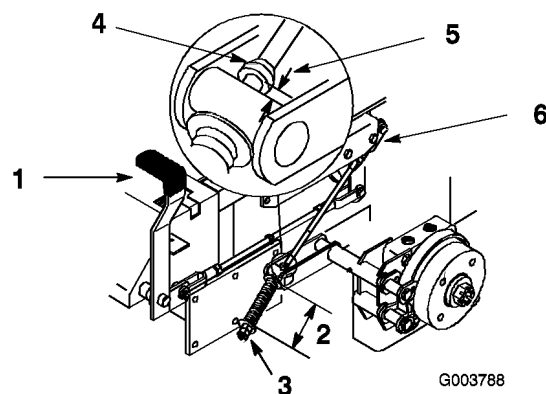

Figura 46
La medida debe ser de 70 mm entre las arandelas (Figura 46).
3. Si es necesario un ajuste, afloje la contratuerca que está debajo del muelle y apriete la tuerca que está directamente debajo de la horquilla (Figura 46). Gire la tuerca hasta obtener la medida correcta. Apriete las dos tuercas juntas y repita en el otro lado de la unidad.
La medida debe ser de 5-7 mm (Figura 46).
7. Si es necesario un ajuste, afloje la contratuercas que está justo por debajo de la horquilla. Gire la varilla inferior hasta obtener la medida correcta (Figura 46). Apriete la contratuercas junto a la horquilla